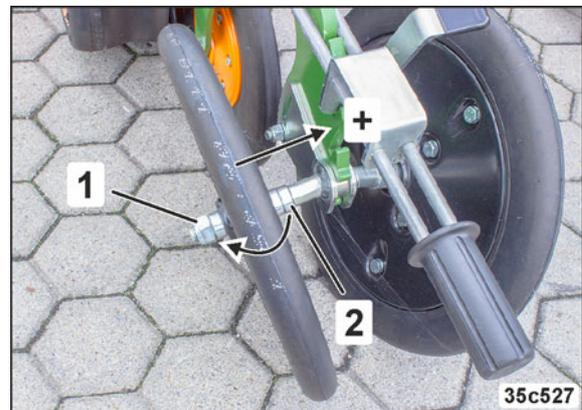

Fig. 180
3. Sicherungsmutter entfernen (Fig. 180/1)
4. Druckrolle abziehen und Distanzstücke (Fig. 180/2) umsetzen